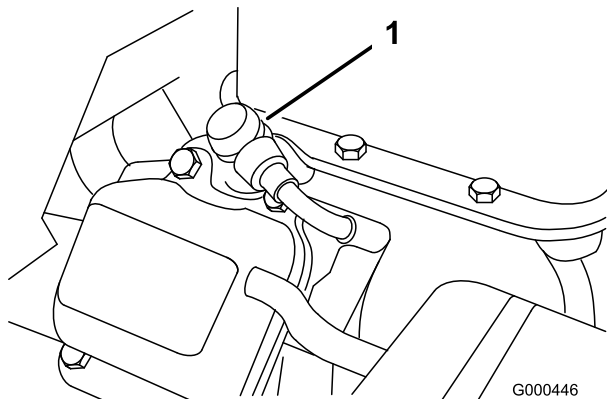

Figura 23
1. Staccate il cappello dalla candela (Figura 23).